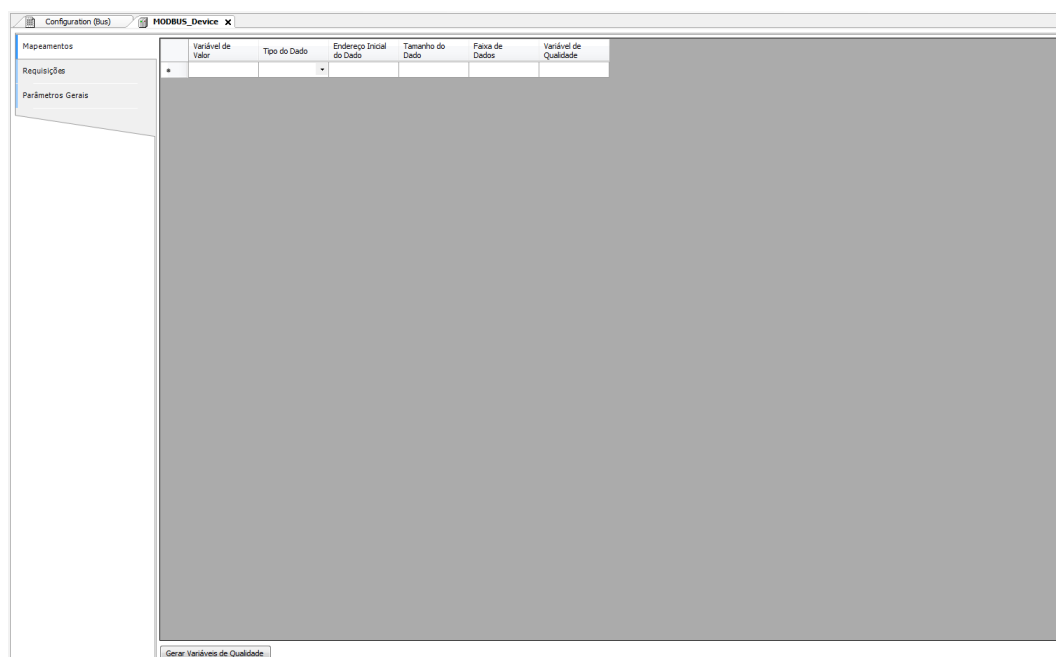

Figura 51: Tela de Mapeamentos de Dados MODBUS
- Adicionar e configurar os mapeamentos MODBUS na aba Mapeamentos conforme Figura 51, especificando o nome da variável, tipo de dados e endereço inicial do dado, o tamanho do dado e a faixa são preenchidos automaticamente.